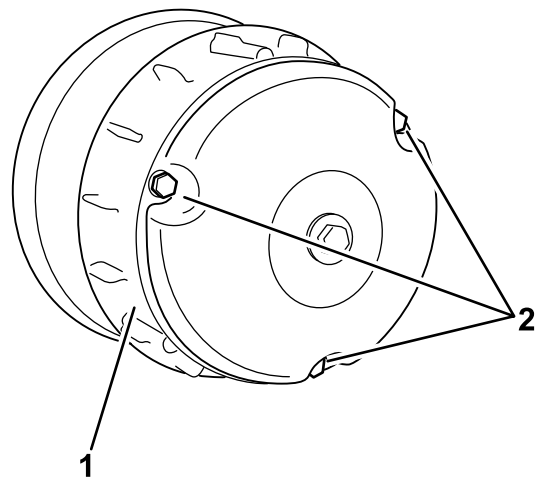

Figura 62
- Instale la cubierta del embrague, fijándola con los 3 pernos (Figura 62) que retiró en 2.
- Retire los 3 pernos que sujetan la cubierta al embrague, y retire la cubierta (Figura 62).